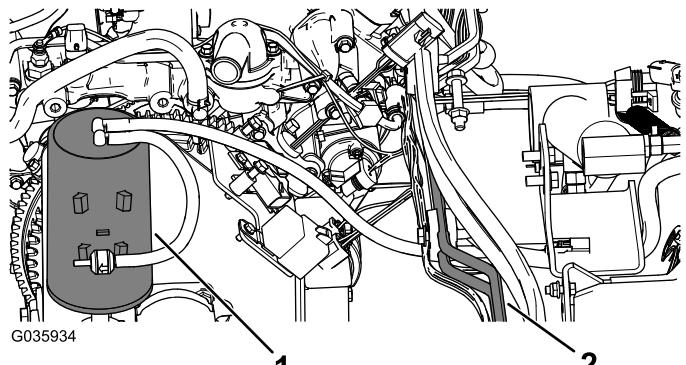

Figura 9
1. Mueva el cartucho de carbón al lado derecho de la máquina, y sujetela con bridas a las líneas hidráulicas rígidas, lejos de cualquier pieza móvil o caliente (Figura 9).